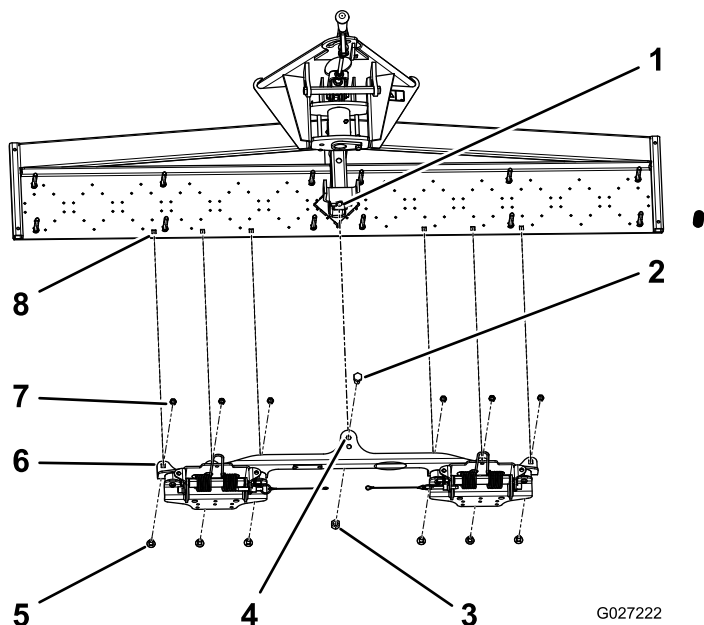
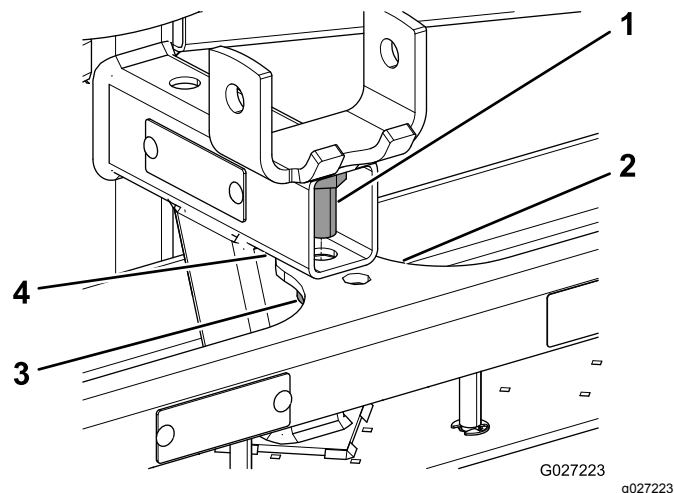

Рисунок 4
Рисунок 5
1. Совместите **переднее** отверстие в центральном выступе кронштейна зубчатой бороны с отверстием в прямоугольной трубке зубчатой бороны (Рисунок 4 и Рисунок 5).
2. Вставьте болт ($\frac{1}{2} \times 1$ дюйм) сквозь оба отверстия и закрепите болт гайкой ($\frac{1}{2}$ дюйма); см. Рисунок 5.
3. Совместите 6 отверстий в кронштейне зубчатой бороны с 6 отверстиями в нижней пластине зубчатой бороны (Рисунок 4 и Рисунок 6).
Примечание: У машин с серийными номерами 314999999 и ниже может не быть предварительно просверленных отверстий. Если в нижней пластине зубчатой бороны нет отверстий, разметьте и просверлите шесть отверстий диаметром 10 мм по мере необходимости. Сначала вставьте центральный болт и гайку (Рисунок 5) и расположите кронштейн зубчатой бороны так, чтобы **центр** каждого отверстия был расположен на расстоянии 17 мм от края нижней пластины (Рисунок 7).
- Затяните гайку и болт, установленные на этапе 2 (Рисунок 5).